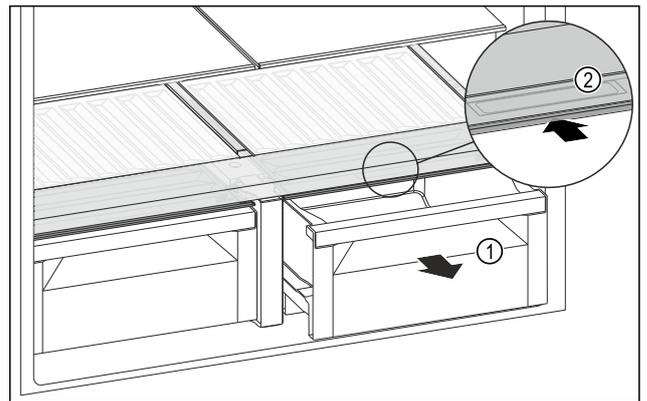

Fig. 130
- ▶ Retirer le tiroir Fig. 130 (1).
- ▶ Saisir la poignée encastree Fig. 130 (2) du couvercle du compartiment et pousser le couvercle du compartiment vers l'arrière.